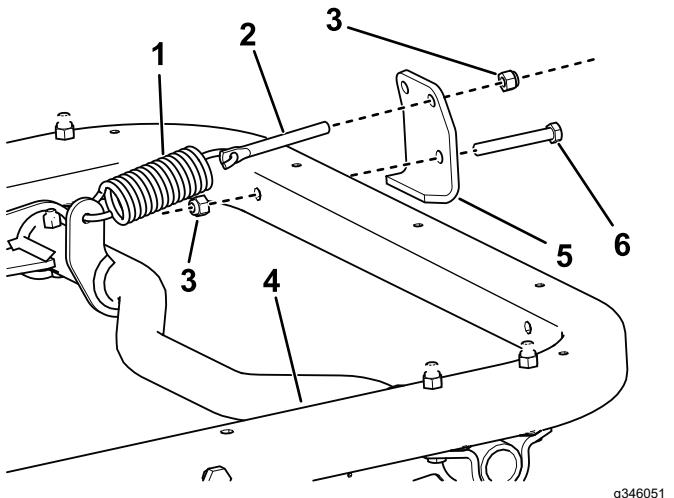

Figura 6
Nota: Oriente la varilla del muelle como se muestra en la Figura 6.
- Nota:** Oriente el soporte del muelle como se muestra en la Figura 6.